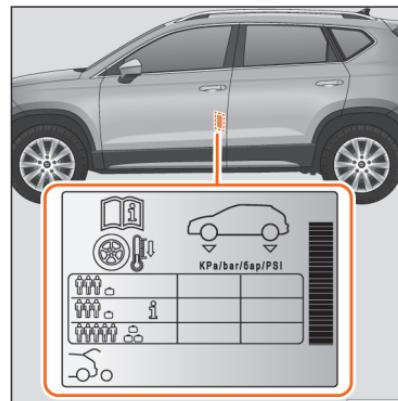

Fig. 214 Localização do autocolante da pressão de ar dos pneus.
- Adapte a pressão dos pneus à carga transportada pelo veículo **» Fig. 214**.
Os valores da pressão de enchimento indicam-se na etiqueta autocolante situada na zona posterior da moldura da porta dianteira esquerda **» Fig. 214**.
A pressão dos pneus tem de ser ajustada à carga momentânea do veículo. Se pretender utilizar o veículo com a carga máxima, terá de aumentar a pressão dos pneus para o valor máximo indicado na etiqueta **» Fig. 214**.
No caso de uma roda de emergência mais estreita (125/70 R16 ou 125/70 R18), encher a 4,2 bar de pressão segundo indicado na etiqueta de pressão dos pneus **» Fig. 214**.
Dependendo do veículo, pode adaptar-se a pressão de ar dos pneus para meia carga para aumentar o conforto de condução (pressão de ar dos pneus **i » Fig. 214**). Quando se circula com a pressão de ar de conforto, o consumo de combustível pode aumentar ligeiramente.
- O condutor é responsável por garantir que todos os pneus do veículo estejam cheios com a pressão correta. A pressão de ar recomendada é indicada num autocolante **» Fig. 214**.
- Com os pneus a frio, deverá manter-se sempre a pressão indicada no autocolante **» Fig. 214**.